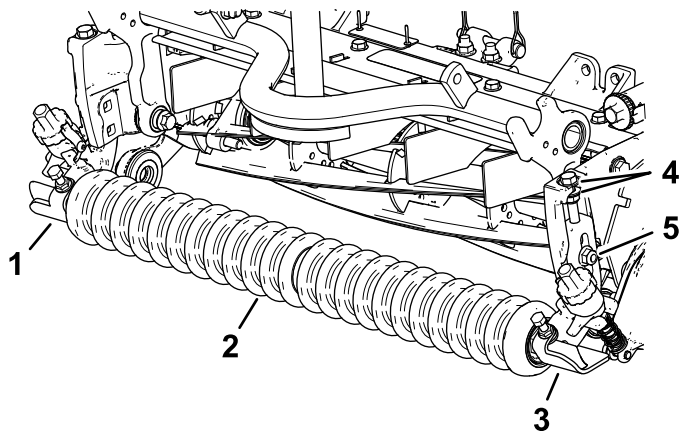

Figura 10
1. Instale sem apertar os conjuntos do suporte da altura de corte esquerdo e direito e o conjunto do rolo frontal nas placas laterais da unidade de corte utilizando os parafusos de carroçaria anteriormente retirados (Figura 10).